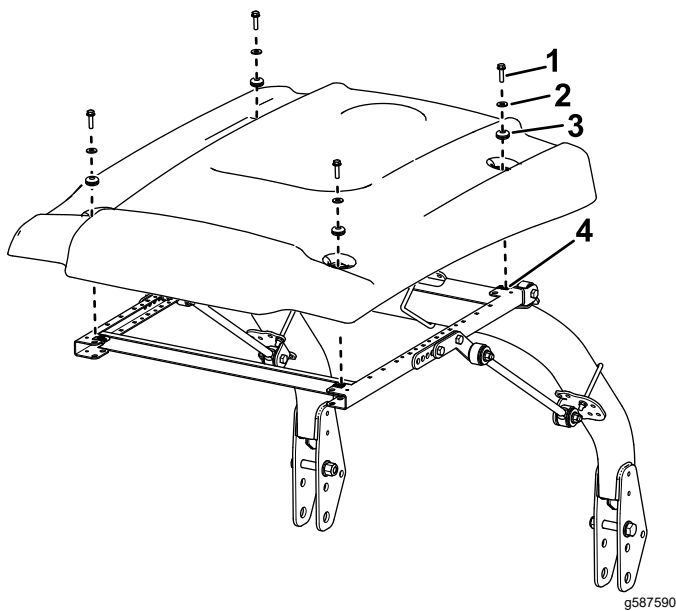

Figura 41
15. Durante l'allineamento dei fori di montaggio, posizionate il parasole sul telaio come mostrato in Figura 41.
16. Montate, senza serrarlo, ciascun angolo del parasole sul telaio con un bullone a testa flangiata (5/16" x 1") con una rondella piccola e un gommino (Figura 41).